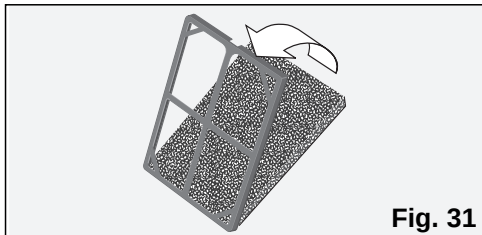

Fig. 31
- Vérifiez que le filtre purificateur est placé dans le positionneur, dans le cas contraire, placez-le comme indiqué dans la Fig 31